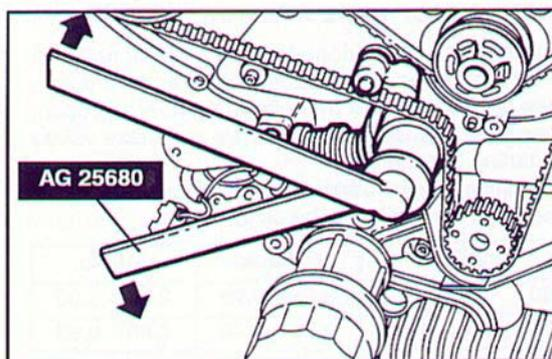

Fig. 296 ▲
- utilizzando l'attrezzo AG 25680, far ruotare il galoppino mobile eccentrico in senso antiorario (Fig. 296), fino a che la distanza fra il piattello di battuta della molla e il piano di riscontro del puntale risulti pari a  $28 \pm 28,5$  mm, quindi serrare la vite di fissaggio del galoppino e far compiere due giri completi all'albero motore, fermandosi con il cilindro n° 1 al PMS;
- using tool AG 25680, rotate the movable eccentric pulley support anti-clockwise (Fig. 296) until the distance between the abutment plate of the spring and the rod surface plate is  $28 - 28.5$  mm, lock the pulley support securing screw and make the crankshaft perform two full turns and bring cylinder no. 1 back to TDC;